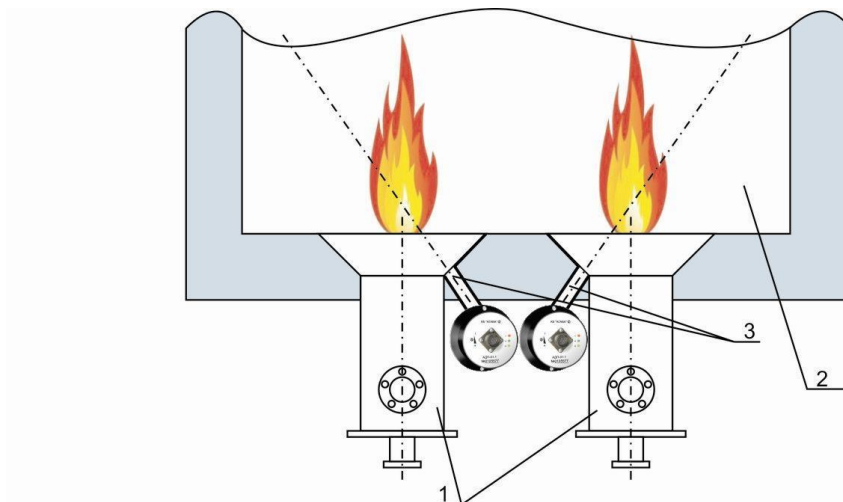
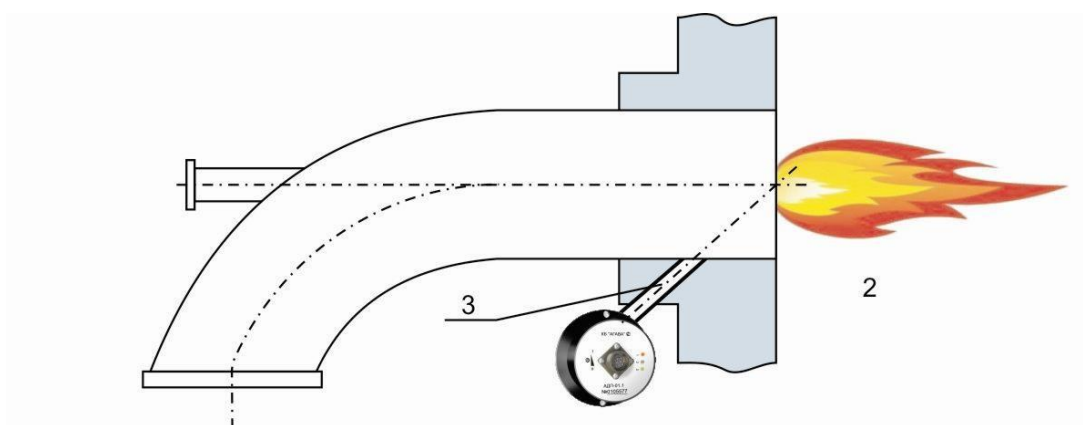

Рис. 1. Расположение визирных труб для датчиков пламени на двухгорелочном котле.
Рис. 2. Схема установки визирной трубы на втором ярусе трехгорелочного двухъярусного котла (например, котел КВГМ).
В отдельных случаях селективность контроля пламени можно обеспечить, устанавливая визирные трубы датчиков так, как показано на рис. 1–3:
- для двухгорелочных котлов, например, для котлов ДКВР – см. рис. 1;
- для трехгорелочных котлов с двухъярусным расположением горелок (например, для котлов КВГМ): на первом ярусе – идентично рис. 1, на втором ярусе – см. рис. 2;
- для четырехгорелочных двухъярусных котлов: на каждом ярусе – идентично рис. 1.